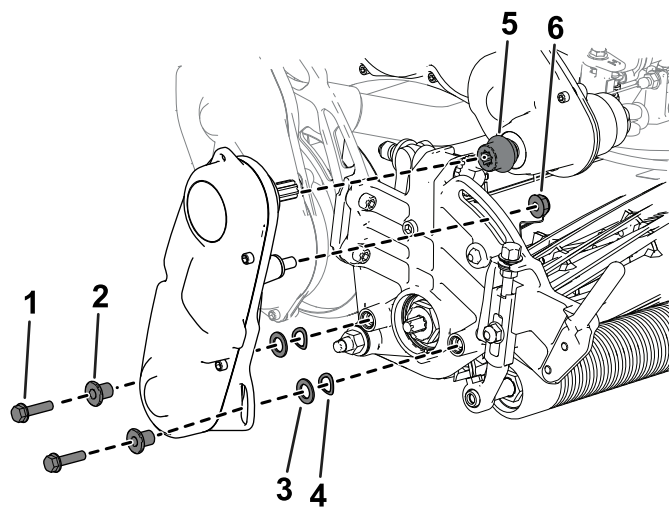

Figura 34
3. Retire el conjunto de la transmisión del molinete de la unidad de corte (**Figura 34**) y conserve los herrajes.